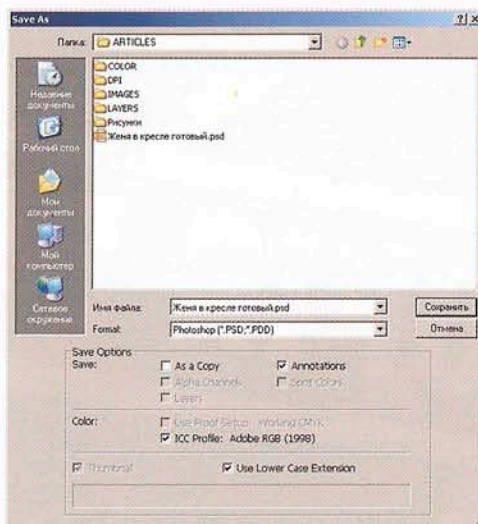
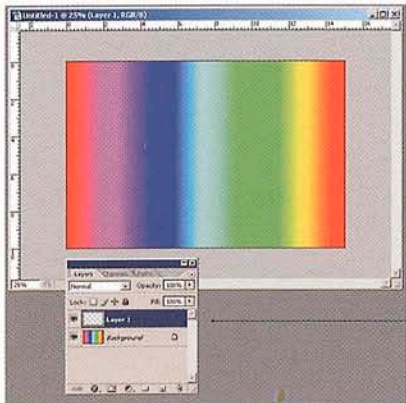

Рис. 3
Рис. 5
Внимание! Рабочее пространство указывается в поле Working space меню Color settings. Ни в коем случае не ставьте профиль принтера или монитора. Это очень распространенная ошибка начинающих пользователей. Там должно быть одно из стандартных рабочих пространств Photoshop. И вообще, рекомендую, чтобы меню Color settings выглядело так, как показано на рис. 5. В этом случае при открытии любого файла, если будут непонятные вопросы у программы, нажимайте ОК. Как минимум хуже не станет – ведь если в открываемый вами документ вставлен профиль, значит, это сделано не зря. Поэтому советую вам в меню сохранения файла проверять активное состояние флажка embed ICC profile. Впрочем, он должен стоять там по умолчанию (рис. 3).
- 3 Создаем пустой слой Layer_New Layer (рис. 5).